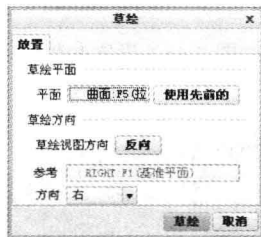

图 7-43 “草绘”对话框
Step 03 在“阵列”选项卡中单击“参考”按钮，弹出“参考”下滑面板，单击“定义”按钮，弹出“草绘”对话框，以模型的表面作为草绘平面，如图 7-43 所示。